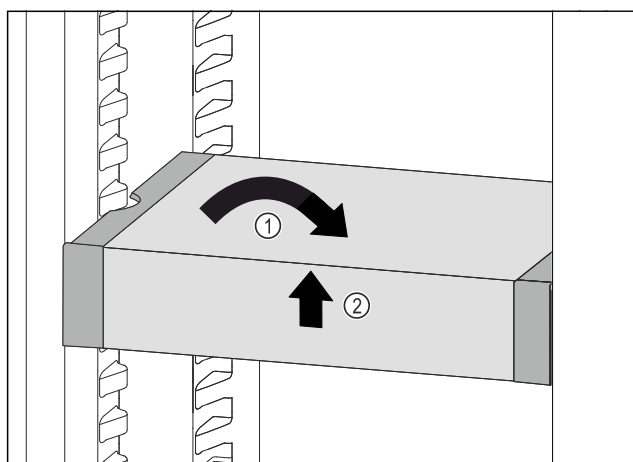

Fig. 126
- Collocare VarioSafe in maniera dritta. Fig. 126 (1)
- Sollevare VarioSafe dal lato anteriore. Fig. 126 (2)